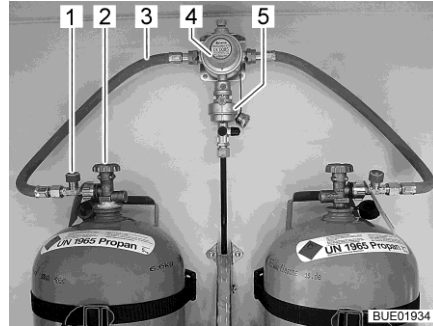
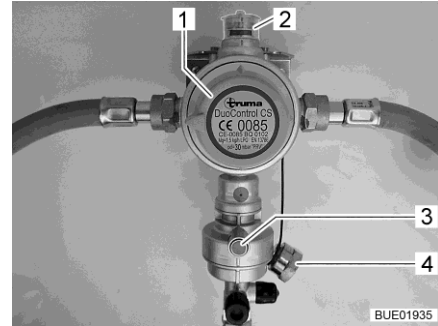

Fig. 83 Bombole del gas con DuoControl
Fig. 84 Impianto di regolazione DuoControl
L'impianto di regolazione DuoControl consiste in una valvola di commutazione (Fig. 83,4) e un sensore crash (Fig. 83,5). L'impianto di regolazione DuoControl è installato tra i tubi flessibili del gas (Fig. 83,3) con un dispositivo antirottura del tubo flessibile (Fig. 83,1). Con la manopola (Fig. 84,1) sulla valvola di commutazione è possibile stabilire quale delle bombole del gas viene utilizzata come bombola in uso e quale come bombola di riserva. Nella finestra di controllo (Fig. 84,2) viene visualizzato lo stato del rifornimento di gas:
Il funzionamento con una sola bombola del gas è consentito, ma in questi casi il collegamento aperto deve essere assolutamente chiuso con una copertura cieca (Fig. 84,4).
Il sensore crash blocca l'alimentazione del gas in caso di forti vibrazioni (es. incidente). Il sensore crash viene azionato mediante pressione del tasto reset verde (Fig. 84,3).
Il dispositivo antirottura del tubo flessibile (Fig. 83,1) blocca il flusso di gas quando il tubo flessibile collegato si rompe. Il dispositivo antirottura del tubo flessibile deve essere attivato premendo il tasto verde. Tenere premuto il tasto verde, finché non si sarà generata pressione nel tubo flessibile.
Tramite la centralina di controllo (Fig. 85) è possibile attivare e disattivare l'alimentazione del gas tramite l'impianto di regolazione DuoControl. Le valvole principali di arresto (Fig. 83,2) delle bombole del gas e i rubinetti di arresto del gas degli apparecchi devono essere aperti manualmente. Per attivare il dispositivo antirottura del tubo flessibile, vedi paragrafo "Dispositivo antirottura del tubo flessibile".
- Con la manopola (Fig. 84,1) sulla valvola di commutazione selezionare la bombola del gas, da cui proviene la principale alimentazione del gas (bombola in uso). Girare la manopola fino all'arresto.
- Aprire le valvole principali di arresto (Fig. 83,2) delle bombole del gas.
- Premere il tasto verde del dispositivo antirottura del tubo flessibile (Fig. 83,1). Nella finestra di controllo (Fig. 84,2) viene visualizzato il simbolo verde.
- Chiudere le valvole principali di arresto (Fig. 83,2) delle bombole del gas.
Se la spia di controllo verde (Fig. 85,6) si spegne durante il funzionamento e la spia di controllo rossa (Fig. 85,5) si accende, significa che la bombola in uso è vuota e deve essere sostituita. Nella finestra di controllo (Fig. 84,2) viene visualizzato il simbolo rosso. La bombola di riserva continua ad alimentare le utenze a gas.
- Ruotare di mezzo giro la manopola (Fig. 84,1) in direzione della bombola del gas utilizzata. In questo modo questa bombola del gas ora è la bombola in uso, mentre la bombola del gas vuota diventa la bombola di riserva. Il simbolo nella finestra di controllo (Fig. 84,2) passa da rosso a verde.
- Chiudere la valvola principale di arresto (Fig. 83,2) della bombola del gas vuota. Osservare la direzione della freccia.
- Premere il tasto verde del dispositivo antirottura del tubo flessibile (Fig. 83,1).